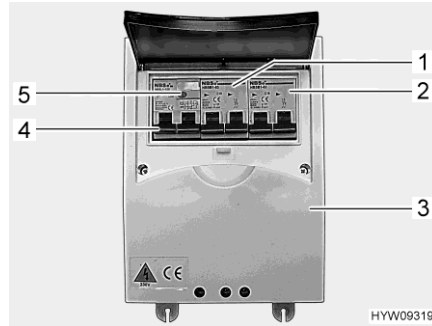

Fig. 152 Disjoncteur de protection de circuit et disjoncteur FI (coffret de fusibles 230 V)
- ▷ Le second disjoncteur de protection de circuit (Fig. 152,2) est optionnel. La présence de ce disjoncteur de protection de circuit dépend de l'équipement du véhicule.
- Couper les deux disjoncteurs de protection de circuit (Fig. 152,1 et Fig. 152,2) dans le coffret de fusibles (Fig. 152,3).
- Quand le véhicule est raccordé sur l'alimentation 230 V, appuyer sur la touche de contrôle (Fig. 152,5) du disjoncteur différentiel (disjoncteur FI) (Fig. 152,4) dans le coffret de fusibles (Fig. 152,3). Le disjoncteur différentiel doit se déclencher.
- Réarmer le disjoncteur différentiel (Fig. 152,4).
- Couper les deux disjoncteurs de protection de circuit (Fig. 152,1 et 2) dans le coffret de fusibles (Fig. 152,3).